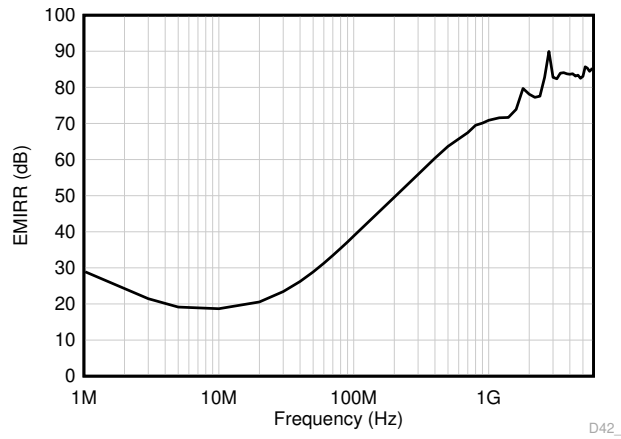

图 6-4. EMIRR 测试
TLV904x-Q1 使用集成电磁干扰 (EMI) 滤波功能来降低干扰源（如无线通信设备以及混合使用模拟信号链和数字元件的高密度电路板）产生的 EMI 效应。利用电路设计技术可以提高 EMI 抗扰度；TLV904x-Q1 可从这些设计改进中受益。德州仪器 (TI) 已经开发出在 $10MHz$ 至 $6GHz$ 扩展宽频谱范围内准确测量和量化运算放大器抗扰度的功能。图 6-4 展示了对 TLV904x-Q1 执行此测试的结果。表 6-1 展示了 TLV904x-Q1 在实际应用中常见特定频率